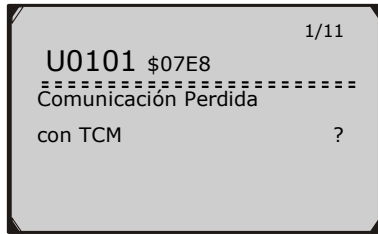

Figura 5.55
- 1) Repita los pasos en la sección **Leer Códigos** para identificar DTCs. (Figura 5.55)